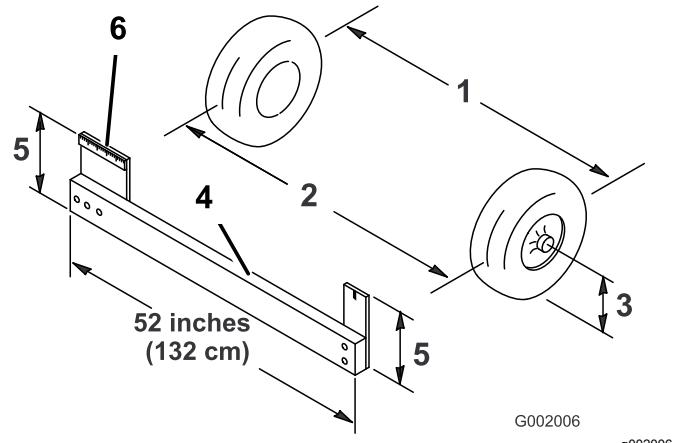

Bild 50
4. Messen Sie den Abstand zwischen beiden Vorderreifen auf Achshöhe (an der Vorder- und Rückseite der Vorderreifen) (Bild 50).
dasselbe Spurmessgerät, um die Vorderseite der Vorderreifen auf Achshöhe genau zu messen (Bild 50).